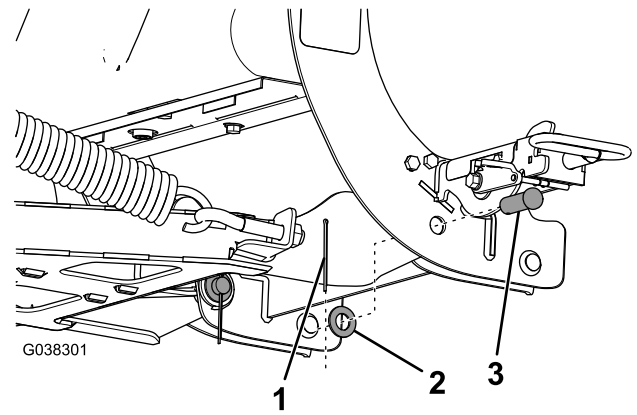

Bild 5
6. Fluchten Sie die Lagerbolzenlöcher der Kupplungssäule mit den Lagerbolzenlöchern im Schubrahmen aus und befestigen sie, wie in Bild 5 abgebildet.